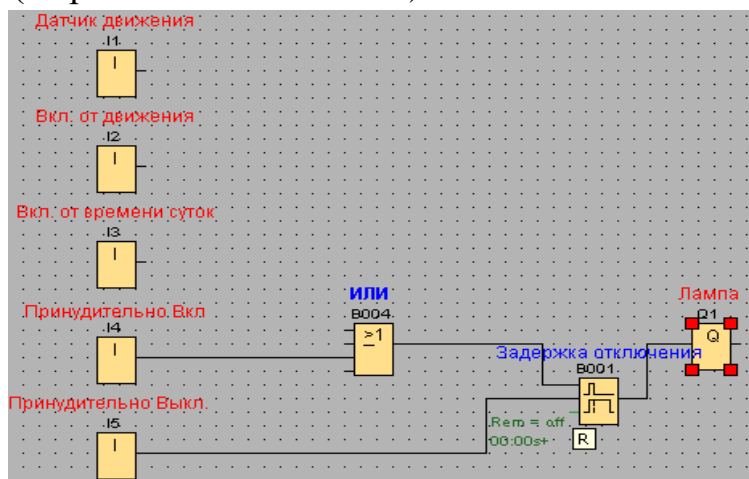

Рис. 29
3) **Принудительное выключение** организуем с помощью специальной функции «**Задержка отключения**» подав сигнал на сбросовый вход **R** (по аналогии работы Триггера) (на рис.29. элемент B001).